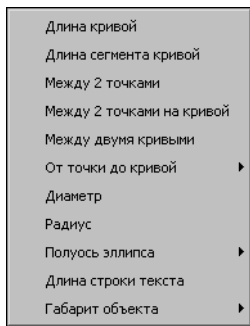

Рис. 8.16. Меню Геометрического калькулятора
7. Вызовите контекстное меню в поле длины первой оси эллипса. Это меню содержит команды геометрического калькулятора для задания длины (рис. 8.16).